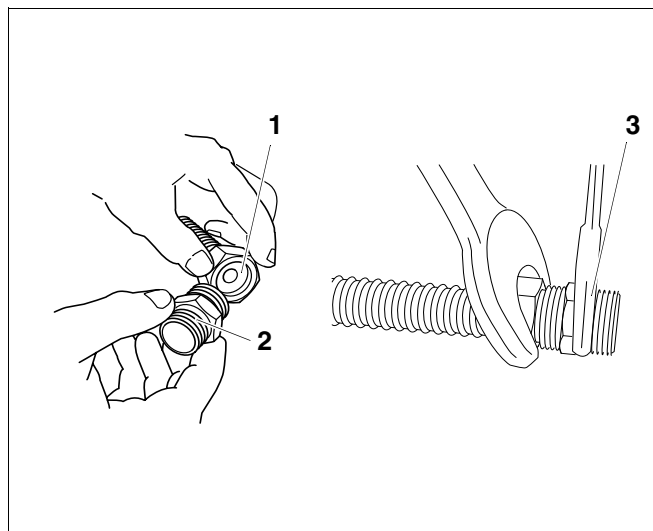

Fig. 3 Effectuer l'étanchéité
- Insérez la rondelle intérieure (fig. 3, **pos. 1**) dans l'écrou-raccord.
- Vissez l'embout double (fig. 3, **pos. 2**) à la main.
- Serrez l'embout double (fig. 3, **pos. 3**) à fond.